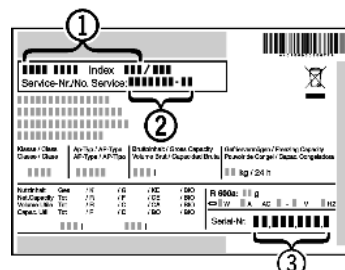

Fig. 4
- ▶ Leggere la denominazione dell'apparecchio Fig. 4 (1), il n° assistenza Fig. 4 (2) e il n° di serie Fig. 4 (3) sulla targhetta identificativa. La targhetta identificativa è situata all'interno dell'apparecchio, sul lato sinistro.
- ▶ Informare il servizio di assistenza e comunicare il difetto, la denominazione dell'apparecchio Fig. 4 (1), il n° assistenza Fig. 4 (2) e il n° di serie Fig. 4 (3).